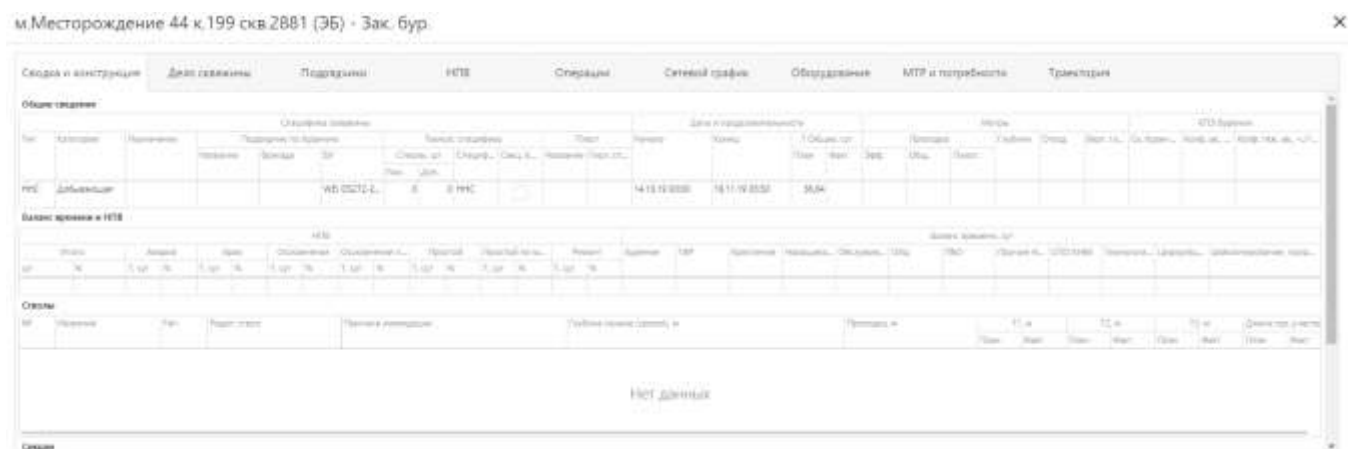

Рис. 3.17
**Подробнее** - подробное отображение всей информации по скважине в одном окне (рис. 3.17).